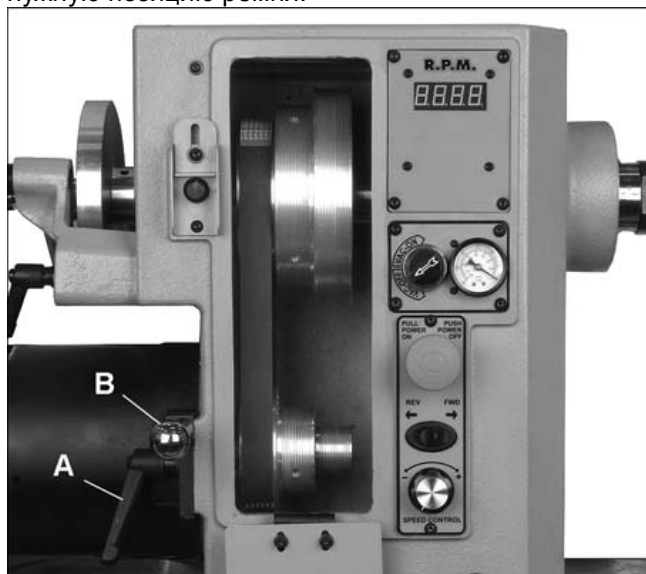
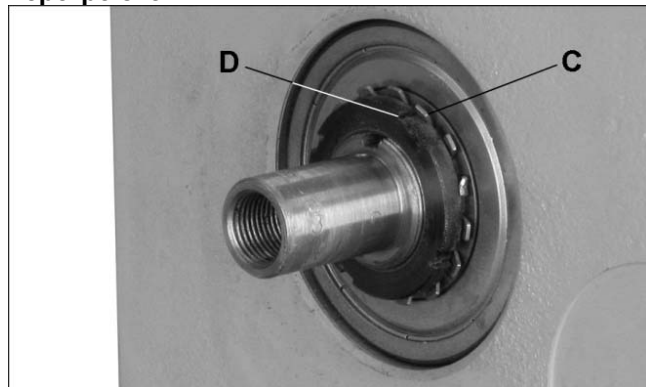

Рис. 31
Рис. 32
3. Ослабьте зажим подвески мотора (А, Рис. 31) и поднимите рычаг (В), чтобы поднять мотор. Затяните зажим (А), чтобы зафиксировать мотор в данной позиции.
Подшипник шпинделя устанавливается на заводе-производителе. Люфта в осевом направлении или ослабления не должно быть. Если произошло ослабление, его можно устранить осторожным затягиванием зажимной гайки подшипника на шпинделе следующим образом (См. Рис. 32):
2. При помощи отвертки аккуратно отогните зубцы на шайбе (С, Рис. 32), которые фиксируют гайку подшипника (D).
3. Расположите конец отвертки с плоским шлицом в один из пазов на фиксирующей гайке (D).
4. Стукните по ручке отвертки молотком так, чтобы фиксирующая гайка (D) затянулась по часовой стрелке. Поворачивайте фиксирующую гайку подшипника только примерно на 1,5мм за раз.
2. Ослабьте зажим подвески мотора (А, Рис. 31) и поднимите рычаг (В), чтобы поднять мотор.
4. Ослабьте два установочных винта (F) на делительном диске при помощи шестигранного ключа и снимите диск с передней бабки.
5. Ослабьте и снимите фиксирующую гайку подшипника и звездчатую шайбу (С/Д, Рис. 32).
9. Задвиньте шпиндель на место, установите звездчатую стопорную шайбу и фиксирующую гайку подшипника (С/Д, Рис. 32). Проверьте люфт шпинделя в осевом направлении (См. раздел 5.13, «Проверка люфта шпинделя»).